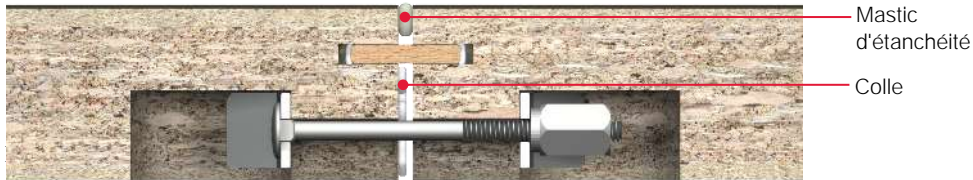

Figure 14
6. Assembler les plans de travail, placer les ferrures et serrer légèrement les vis. Orienter les plans de travail à l'horizontale à l'aide de cales ou de leviers et à la verticale à l'aide d'un maillet en caoutchouc ou d'un étau (utiliser des protections). Après avoir orienté les plans de travail correctement, serrer fermement les pièces de jonction. Lors du serrage, veuille à ce que les deux surfaces de plan de travail restent orientées et à ce que le mastic d'étanchéité ressorte de toutes parts (cf. **Figures 14 et 15**). Ne pas soumettre les plans de travail à des contraintes durant le durcissement.